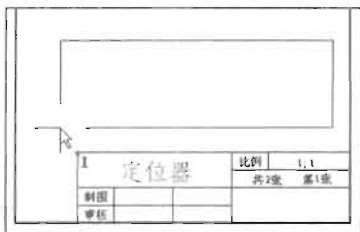

图 9-99
(3) 切换到 AutoCAD 绘图界面，然后按快捷键 Ctrl+V 将 Excel 形式的表格复制到 AutoCAD 中，此时绘图区域将会有有一个矩形框随光标出现，鼠标左键单击目标点 1，即可将矩形框放置到指定的位置，如图 9-99 所示。